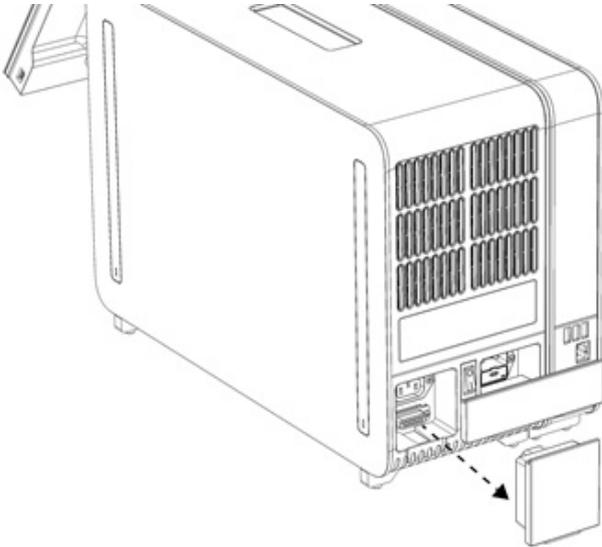

Figura 12. Removendo a Ponte de terminação.
- 1d. Remova a Ponte de terminação da parte traseira do Módulo analítico (Figura 12).